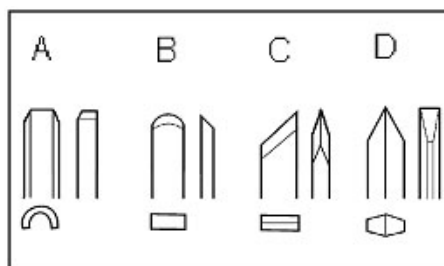
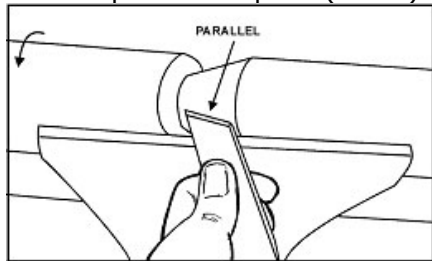

Рис.6
Рис.8
### Трубчатый резец (A, рис.6)
**Шабер (В, Рис.6).** Применяется для наружного и внутреннего калибрования, а также для удаления следов обработки.
**Косой резец (С, Рис.6).** Применяется для проточки V-образных канавок, для наружного калибрования и для токарной обработки торцов древесины. Режущая кромка устанавливается параллельно направлению реза (Рис.8)
**Отрезной резец (D, Рис.6).** Применяется для прямой врезки в заготовку, например при затыловке и отрезке. Может применяться также как шабер.